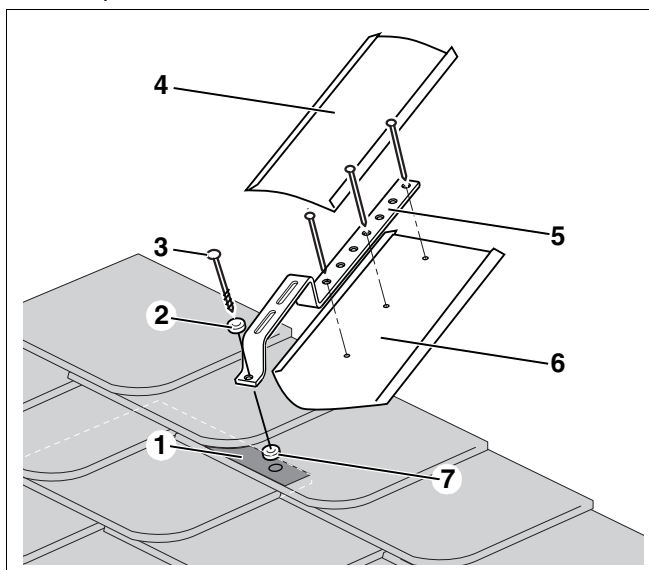

Fig. 31 Montagem dos ganchos de fixação especiais para telhado sobre uma cobertura múltipla
Apresenta-se como exemplo, a montagem de um gancho de fixação especial para telhados e a cobertura estanque com chapas disponibilizadas pelo cliente (Fig. 31, **Item 4 e 6**) no caso de uma cobertura de ardósia ou de madeira.
- ▶ Monte o gancho de fixação especial para telhados (Fig. 31, **Item 5**) e o vedante (Fig. 31, **Item 2 e 7**) com o parafuso fornecido (Fig. 31, **Item 3**) sobre a cobertura de ardósia ou madeira.
- ▶ Para assegurar uma montagem estanque, deverá colocar ou aplicar chapas por cima e por baixo dos ganchos de fixação especiais para telhados (Fig. 31, **Item 4 e 6**).
O gancho especial para telhados deve ficar apoiado sobre uma cobertura múltipla (Fig. 31, **Item 1**).